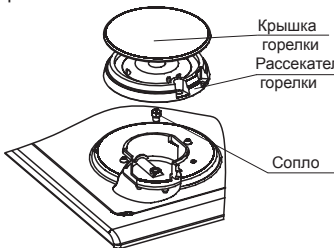

рис. 14
6. Снять установленные сопла, для этого отверткой необходимо отсоединить металлическую защелку от отбортовки гнезда держателей сопла и вывести газоподводящую трубку вместе с соплом из гнезда, затем снять сопло с трубки газа (рис. 14). Резиновые уплотнительные кольца рекомендуются оставить на трубках.
### Для плиты GM 3M41 018 (рис. 14):